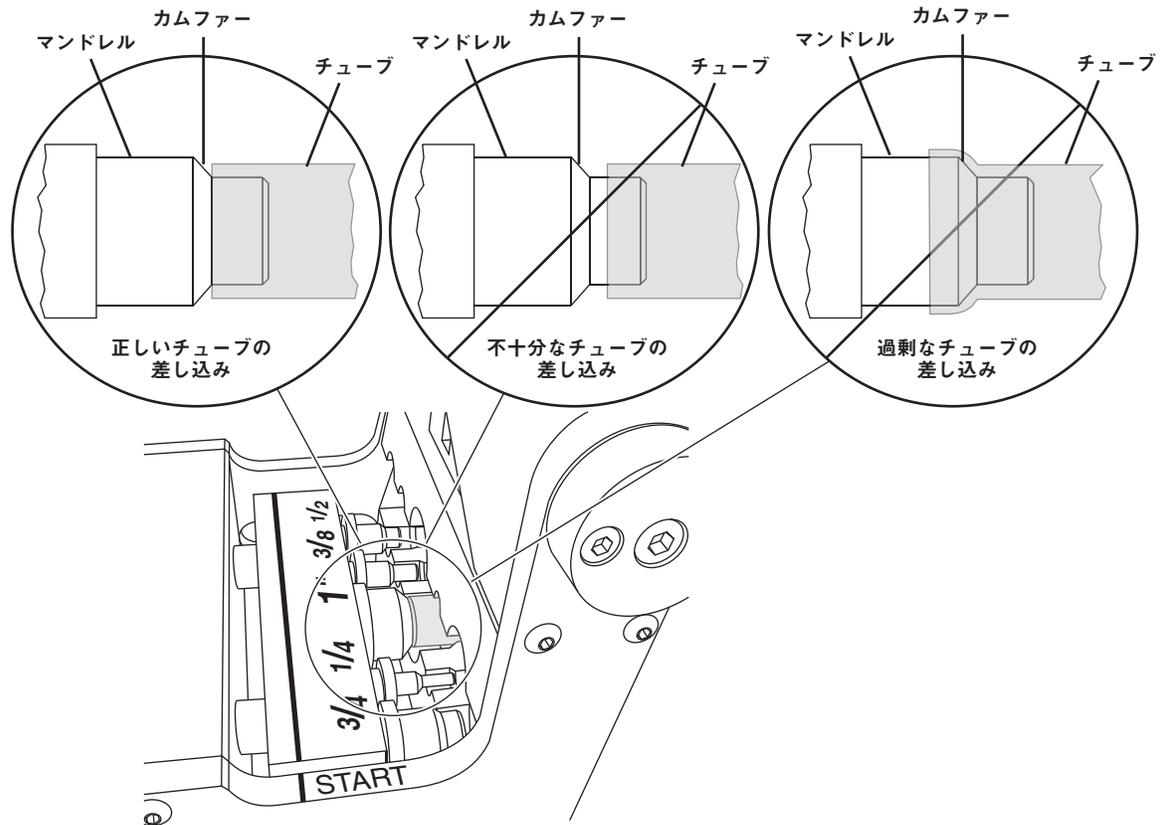
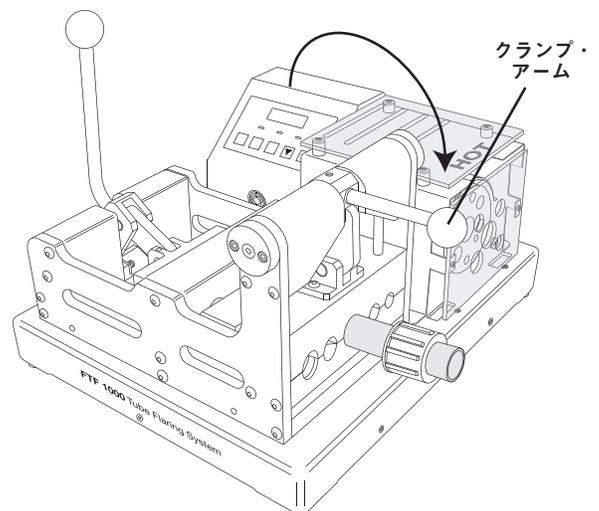

図8
図9
1. 加熱したチューブを、適合するサイズのマンドレルに差し込み、カムファアの先端に当たるまで、押し込みます。(図8、図9参照)
2. クランプ・アームを素早く完全に押し倒し、チューブを所定の位置に固定します。(図9参照)
4. ラムがフレームの「START」位置を過ぎるまで、ラム・アームを完全に戻します。(図8参照)